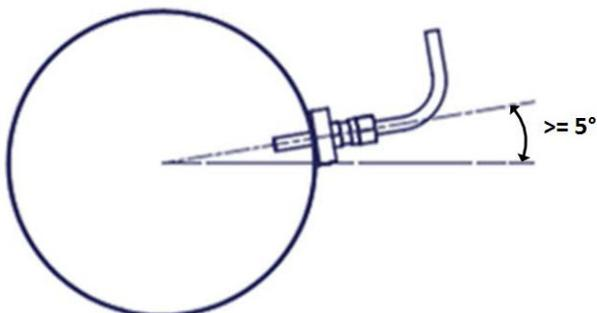

Abbildung 5: Montage der Messsonde bei horizontalen Abgasrohren
Die CFC10 und der Differenzdrucksensor (DPT-A) werden im Kesselraum montiert. Bei den mehrfachbelegten Abgasystemen sollte die Messsonde (MP) zwischen der letzten Feuerstätte und Rauchsauger bzw. möglichst nah zu dem Rauchsauger im Abgasrohr oder in der Sammelleitung der Abgasanlage installiert werden. Die Messsonde (MP) wird durch den Silikon-Schlauch mit dem Differenzdrucksensor verbunden und liegt unterhalb der Montagestelle des Differenzdrucksensors. **Bei der Montage an vertikalen Abgasrohren bitte die Pfeilrichtung auf der Messsonde beachten. Bei horizontalen Abgasrohren soll die Messsonde wie in der Abb.5 dargestellt mit einem minimalen 5° Winkel montiert werden.** Schläuche dürfen beim Anschließen und Verlegen nicht geknickt oder beschädigt werden. Undichte Schläuche und Schlauchanschlüsse verursachen Funktionsstörungen der Regelung.